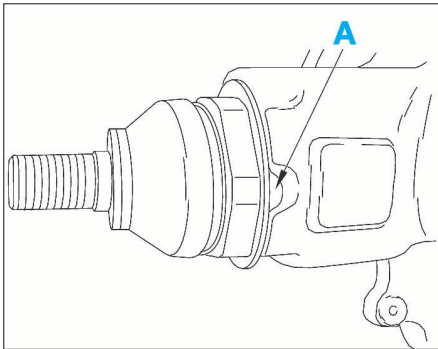

FIG. 25
- Reposer la rotule de pivot (2) et la serrer au couple prescrit.
- Freiner la rotule dans les encoches (A) du pivot (Fig.25).